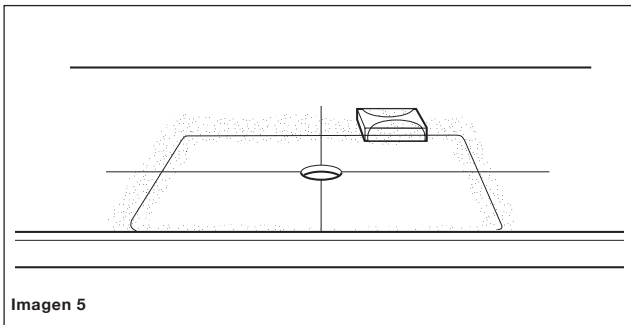

Imagen 5
- Lije el área de la unión en la hoja y en la brida de la tarja con una lija de #60 utilizando el bloque para lijar. Nota: no utilice una lijadora orbital (ver imagen 5).